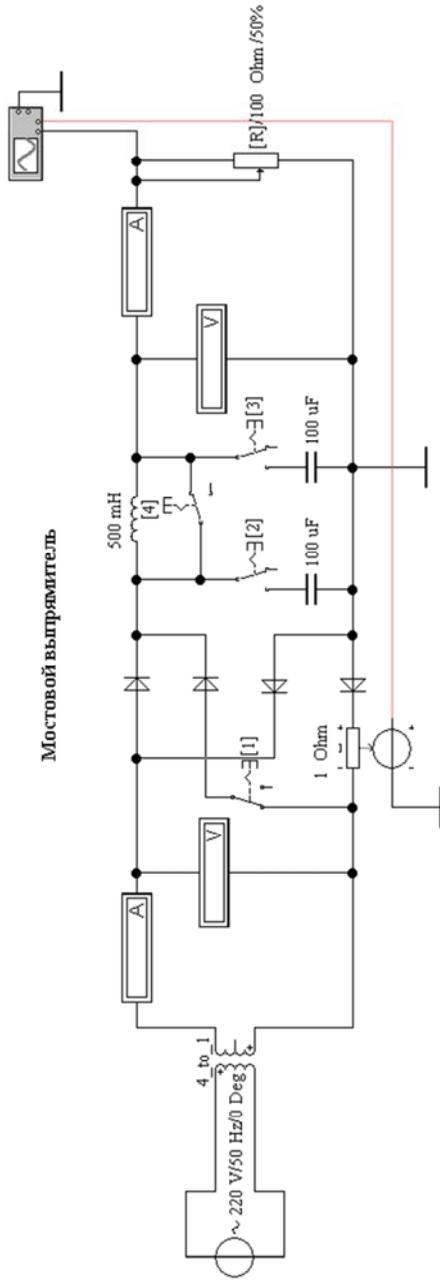

Рис. 16.9. Однофазный мостовой выпрямитель (файл lab4.ewb)
9. Исследовать мостовой выпрямитель с разными сглаживающими фильтрами (файл **rect_3.ewb**, рис. 16.9). Проверить основные соотношения для данной схемы выпрямления по Приложению 5 [3].